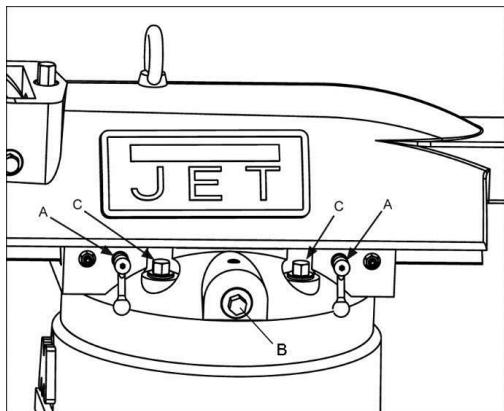

Рисунок 19 (Показан JTM-949LTS)
1. Ослабьте две ручки (A, Рис. 19), которые фиксируют консоль на его направляющих.
2. Поверните шестерню консоли (B, рис. 19) с помощью ключа, чтобы продвинуть консоль по направляющим.
3. Когда подвижная консоль перемещен в нужное положение, плотно затяните ручки (иди шестигранные гайки) (A, рис. 19).
1. Ослабьте четыре зажимных болта поворотной башни (C, рис. 19), которые закрепляют консоль на верхней части основания. Чтобы поворотная башня могла перемещаться, достаточно ослабить винты на пол-оборота.
3. Затяните четыре зажимных болта поворотной башни (C, рис. 19). Затягивайте в два этапа при помощи выставленного на определенную величину динамометрического ключа. Используйте перекрестную схему затяжки. Сначала затягивайте при величине крутящего момента 3,45 кгс*м, и окончательно при 6,9 кгс*м.